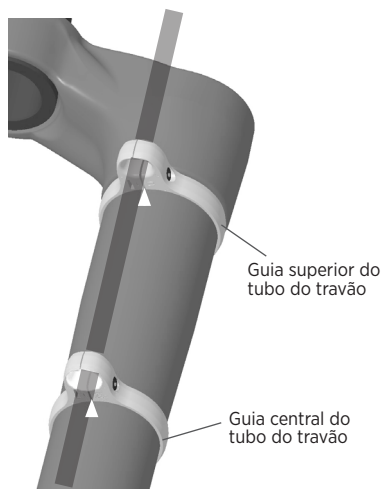

Figura 7: Posicionamento das guias do tubo do travão
4. Posicione as guias central e superior do tubo de modo que a fenda inferior fique alinhada com cada uma das setas gravadas a laser no garfo (representadas pelas pontas de seta brancas na Figura 7). Utilize uma ponteira hexagonal de 2,5 mm e uma chave dinamométrica para apertar o parafuso com 0,9 N·m (8 pol/lb).